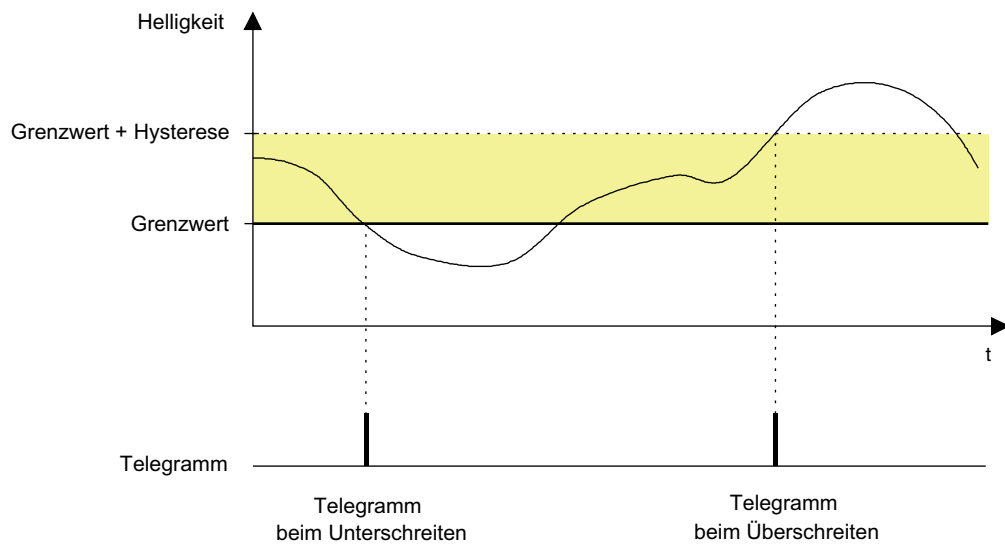

Bild 53: Beispiel 2 zur Grenzwertdefinition
2. Helligkeitsgrenzwert = Untere Schwelle (Bild 53)